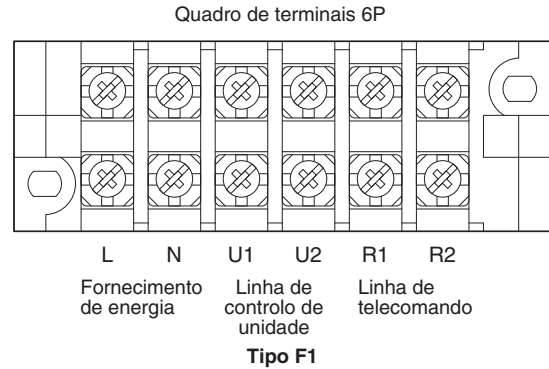

Fig. 4-2
- (1) Consulte a Secção 4-2. “Comprimento e diâmetro do fio recomendado para o sistema de fornecimento de energia” para a explicação de “B”, “C”, “D” e “E” nos diagramas acima.
- (2) O diagrama de ligação básica da unidade interior mostra os quadros de terminais e, portanto, os quadros de terminais no seu equipamento podem diferir do mostrado no diagrama. (Fig. 4-2)
- (3) O endereço do circuito do refrigerante (R.C.) deve ser definido antes de ligar a alimentação.
- (4) Com respeito à definição do endereço R.C., consulte as instruções de instalação fornecidas com o telecomando (opcional). A definição automática do endereço pode ser executada automaticamente pelo telecomando. Consulte as instruções de instalação fornecidas com o telecomando (opcional).